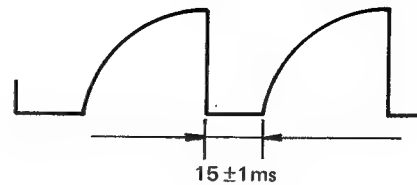

Abb. 8-1
2. TP4 mit einem Oszilloskop beobachten (Selbsttriggerung) R709 so einstellen, daß die in Abb. 8-1 dargestellten Anforderungen erfüllt werden. (Dabei kein Videosignal anlegen.)